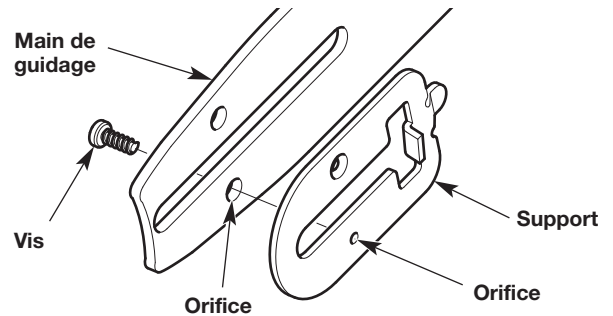

Fig. 32
5. Utiliser un petit tournevis cruciforme pour retirer la vis qui maintient le support sur la barre de guidage (Fig. 32).
1. Placer le support sur la barre de guidage (Fig. 32). Aligner l'orifice du support avec l'orifice sur la barre de guidage (Fig. 32). Insérer la vis dans les orifices alignés (Fig. 32). Serrer fermement la vis avec un petit tournevis cruciforme.